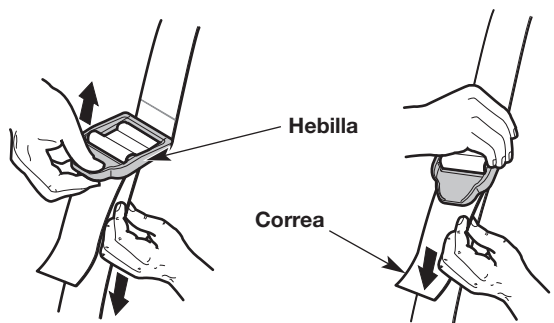

Fig. 15
6. Ajuste la correa de hombro para adecuarla al operador (Fig. 15). Tire de la hebilla hacia arriba para aflojar la correa. Tire de la correa hacia abajo para ajustarla.